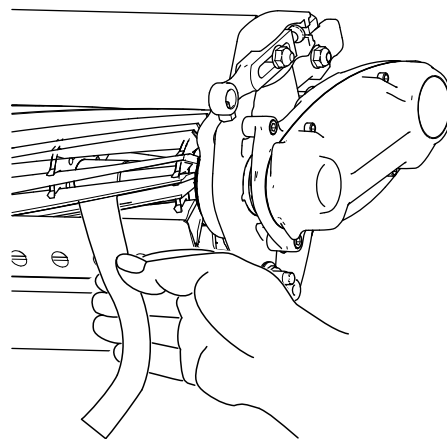

Bild 6
B. Führen Sie einen langen Streifen des Schneidleistungspapiers (Toro Bestellnummer 125-5610) senkrecht zum Untermesser (**Bild 6**) zwischen die Spindel und das Untermesser ein, drehen Sie die Spindel dann **langsam** nach vorne. Sie sollte das Papier zerschneiden. Wiederholen Sie ansonsten die Schritte **A** und **B**, bis das Papier zerschnitten wird.
11. Führen Sie einen langen Streifen des Schneidleistungspapiers (Toro Bestellnummer 125-5610) senkrecht zum Untermesser (Bild 6) zwischen die Spindel und das Untermesser ein, drehen Sie die Spindel dann **langsam** nach vorne. Sie sollte das Papier zerschneiden. Drehen Sie sonst jede Einstellschraube des Untermessers um einen Klick nach rechts und wiederholen Sie diesen Schritt, bis das Papier zerschnitten wird.